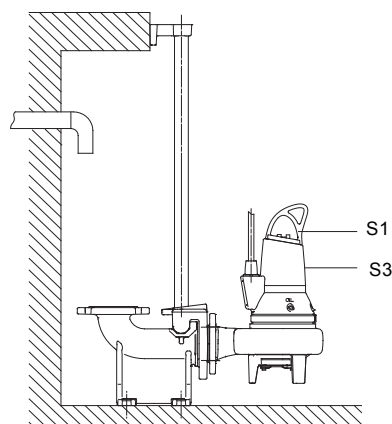
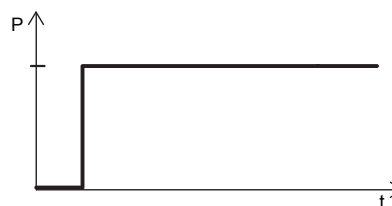

Рис. 28 Уровни рабочих режимов
Рис. 30 Режим S1
- **S1, непрерывный режим эксплуатации:** В данном режиме насос может работать непрерывно без остановки для охлаждения. См. рис. 30. При полном погружении насос в достаточной степени охлаждается окружающей его жидкостью. См. рис. 28.